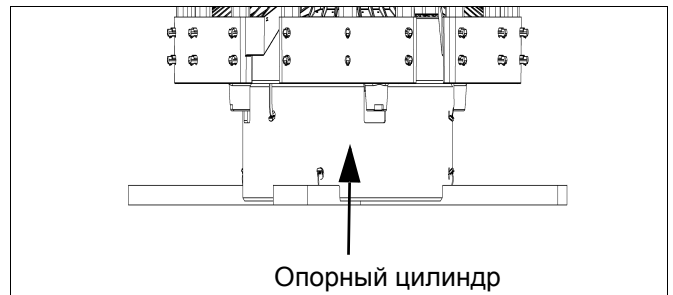

рис. 63
9) После монтажа снимите опорный цилиндр (рис. 63).